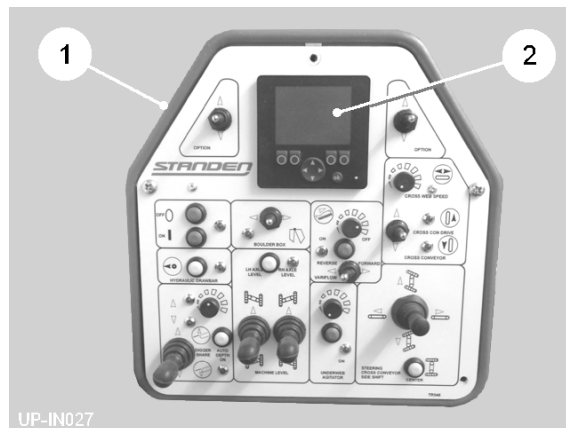

Fig 13
Kontrolle für die bedeutenden Funktionen ist durch die Knöpfe auf dem Kontrollkästchen (item 1, fig 13), das die Ventile auf der Maschine über einem CAN-bus kontrollsystem umstellt. Die Funktionen können vom Kontrollkästchendemonstrationsbildschirm (item 2, fig 13) überwacht werden. Das Regulieren und überwachend Dose wird verstanden, nachdem er die Anweisungen im Handbuch für CAN-Bus gelesen hat.